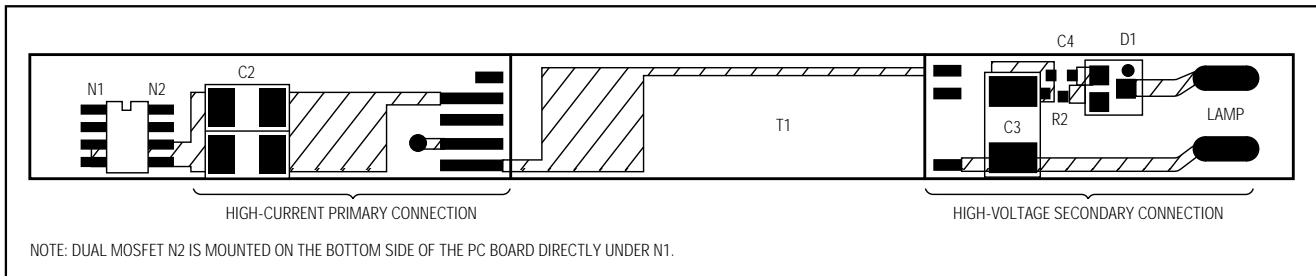

図13. レイアウト例
少ないスイッチングロス、及びクリーンで安定した動作を達成するために、PCボードのレイアウトを注意深く行うことが重要です。高電圧とスイッチング電力段には特別な注意が必要です(図13)。レイアウトの高電圧部分を制御回路から十分隔離する必要があります。多くのレイアウトは長く細いPC基板の形に制約されるので、自然に隔離されます。PC基板の良い設計のガイドラインとして以下に従って下さい。
8) トランス2次側の容量電圧ディバイダへのトレースは、アーク放電を避けるために広く離して配置するべきです。場合によっては、これらのトレースを基板の反対側に移すのが有効です(図13)。